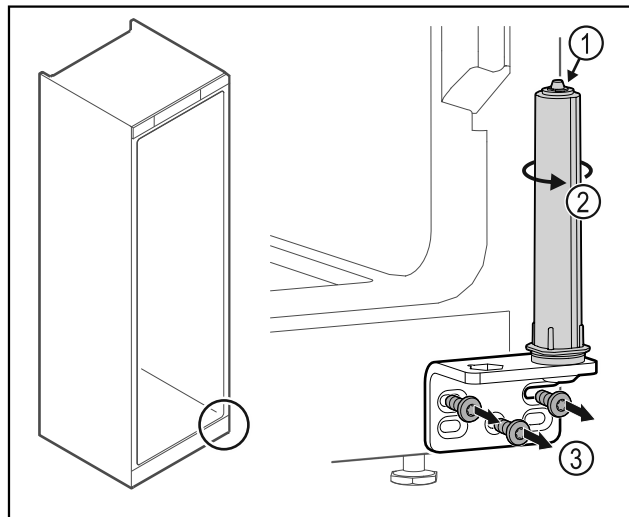

Fig. 35
- Ne razstavite sistema za zaklepanje vrat Fig. 35 (1).
- Obračajte zaporni sistem Fig. 35 (2), dokler ne klikne.
- Odvijte kotnik tečaja vrat Fig. 35 (3).